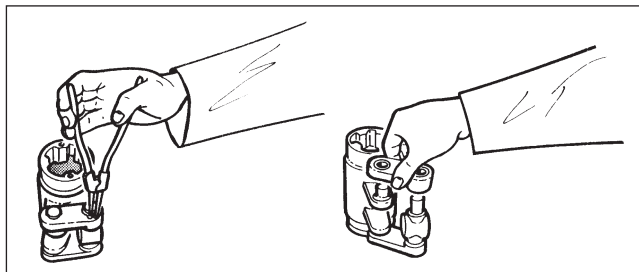

图.14 拆卸连杆机构
- 拆下锁环 (36) 和支撑环 (37)。
- 松开连接臂 (4) 和环 (4A)，清洁并检查轴承状况，参见图 14。